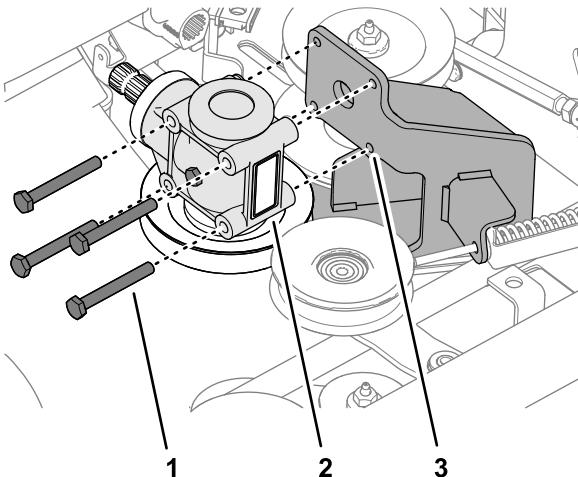

図 118
2. ギアボックスをギアボックスサポートに固定しているボルト4本を外す図 118。
- ギアボックスの穴とギアボックスサポートの穴とを合わせる 図 118 ギアボックスの取り外し (ページ 78) を参照。